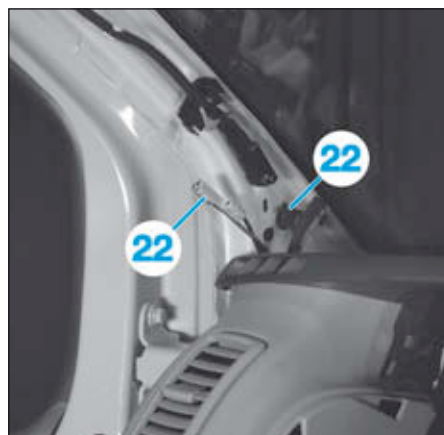

FIG.30
• Débrancher les connecteurs (22) le long du montant de pare-brise (côté conducteur) (Fig.30).